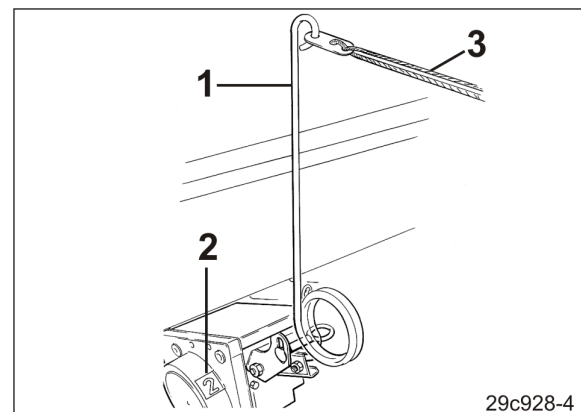

Рис. 207
3. Налаштуйте лічильник технологічних колій безпосередньо перед роботою, потягнувши за важіль керування (Рис. 207/1). Поточний лічильник технологічних колій показується у вікні (Рис. 207/2) розподільної коробки. Переміщуйте важіль керування тільки за допомогою троса (Рис. 207/3) в кабіні трактора.